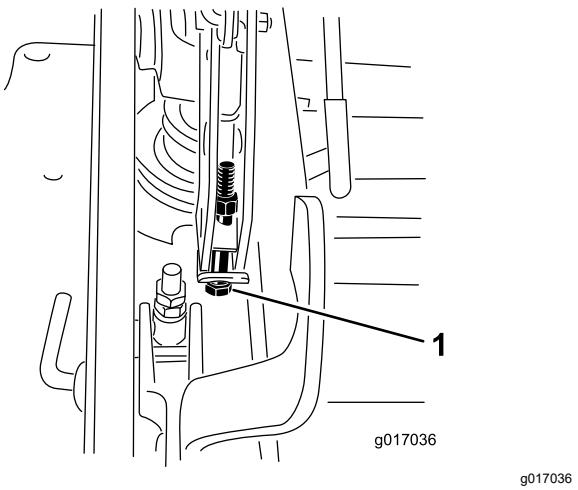

Figure 99
12. Si le tablier est trop bas, serrez le boulon de réglage monopoint dans le sens horaire. Si le tablier est trop haut, desserrez le boulon de réglage monopoint dans le sens antihoraire (Figure 99).